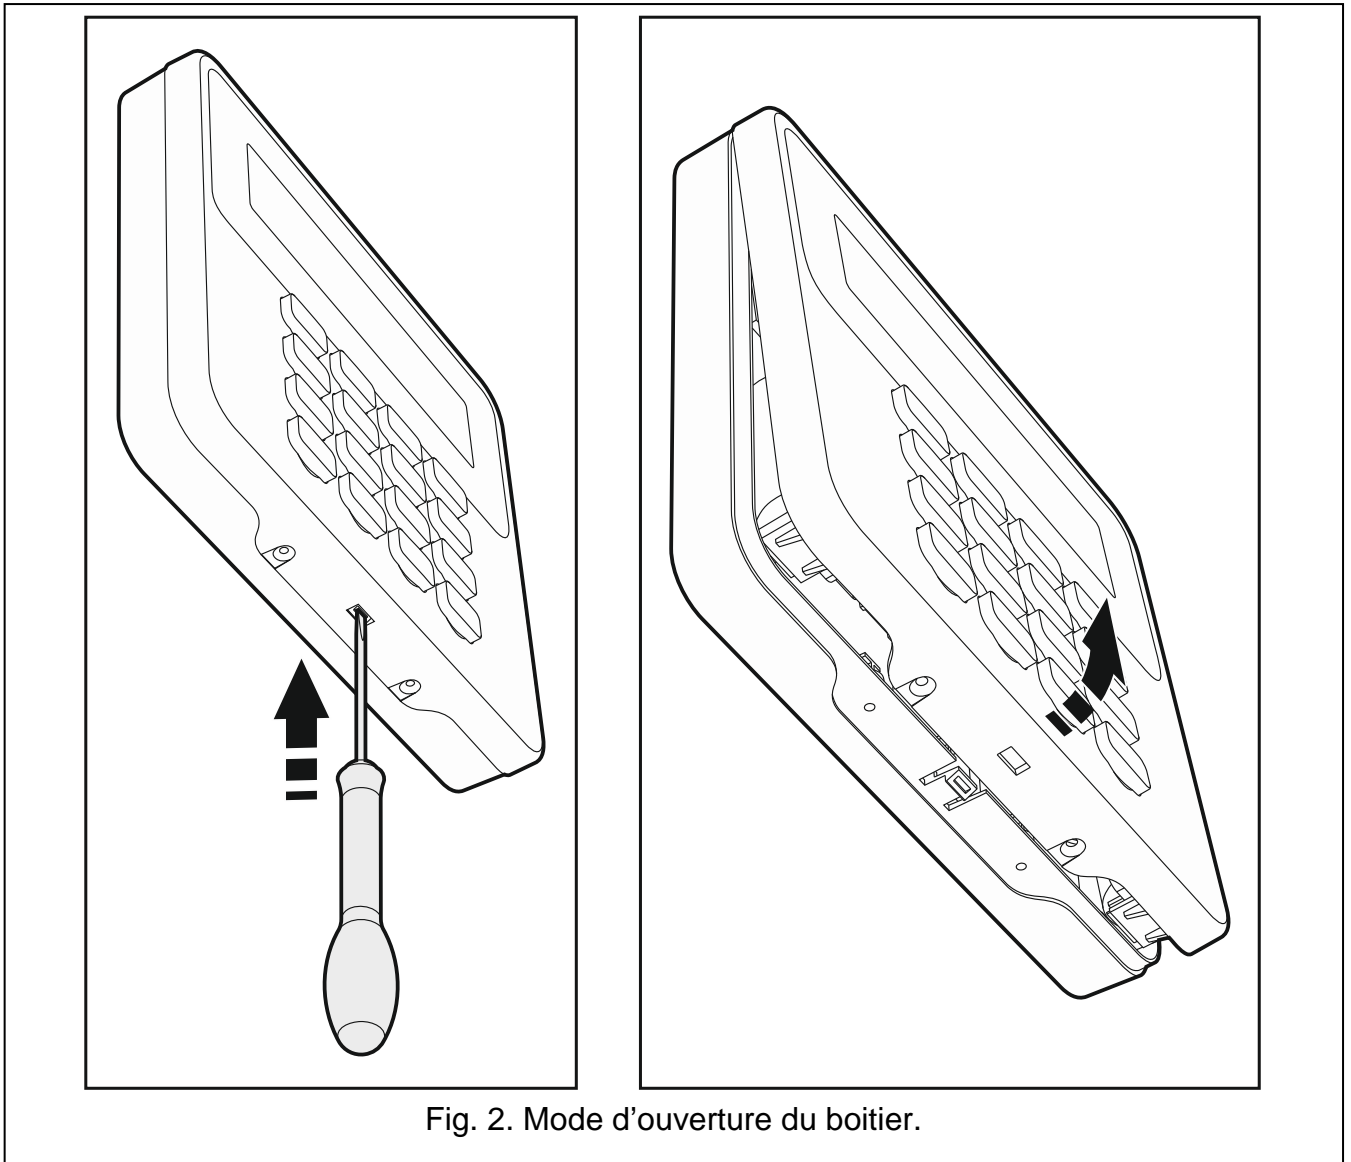

Fig. 2. Mode d'ouverture du boîtier.
1. Ouvrez le boîtier du clavier (fig. 2).
6. Ouvrez le boîtier du clavier (fig. 2).